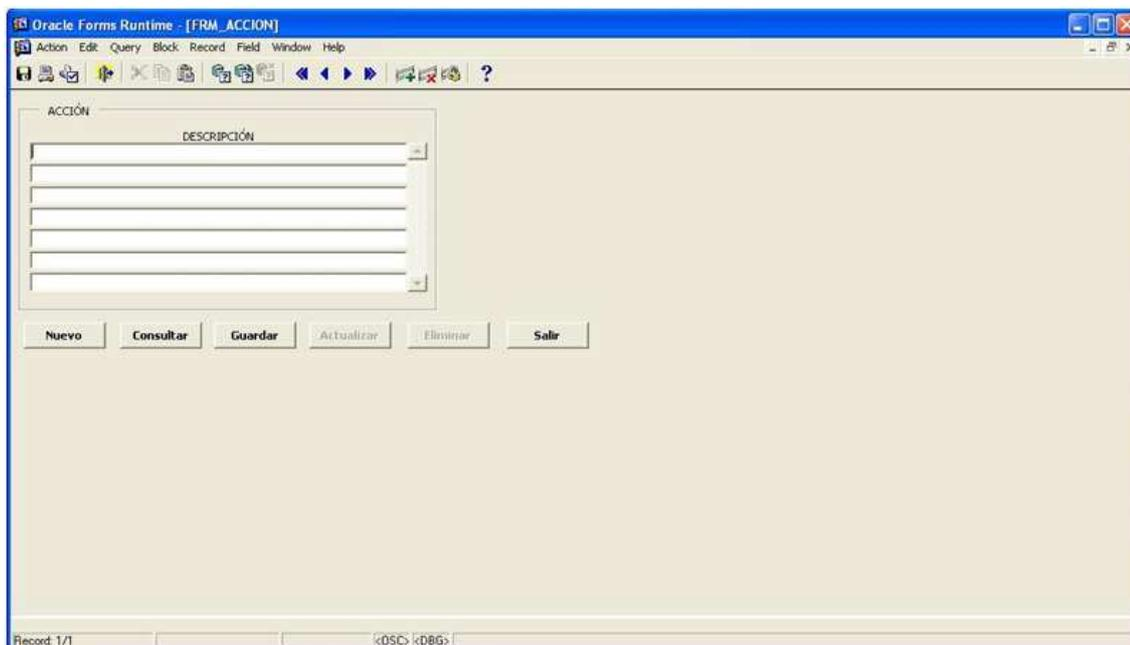

Figura 7-40. Pantalla Acción
2. Dé clic en la opción <Acción> y le aparecerá la siguiente pantalla: (Véase figura 7-40).